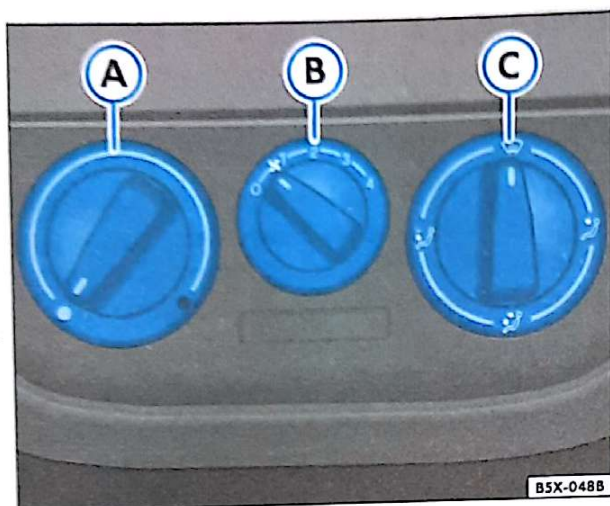

Fig. 90 Detalhe no painel: comandos
- Gire o interruptor da temperatura ⇒ fig. 90 (A) para a esquerda.
- Gire o interruptor do ventilador (B) para uma das 4 velocidades.
- Selecione a distribuição do ar, através do interruptor (C), para a direção desejada.
- Gire o interruptor da temperatura ⇒ fig. 90 (A) para a direita, até atingir a temperatura de aquecimento desejada.
- Gire o interruptor da temperatura ⇒ fig. 90 (A) totalmente para a direita, para a posição máxima de aquecimento.
- Gire o interruptor do ventilador (B), para o nível 3 ou 4.
- Gire o interruptor de distribuição do ar (C) para a posição
- Gire o interruptor da temperatura ⇒ fig. 90 (A) para a posição de aquecimento adequada, para manter o desembaçamento.